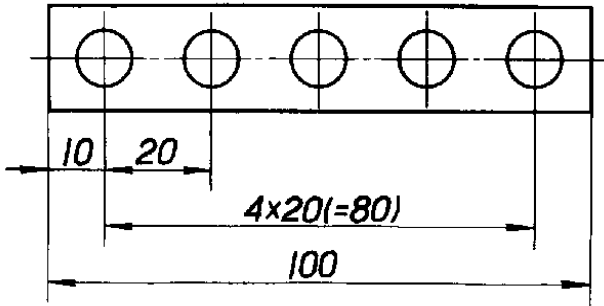

图 47
4.10 间隔相等的链式尺寸，可采用图47、图48所示的方法标注。